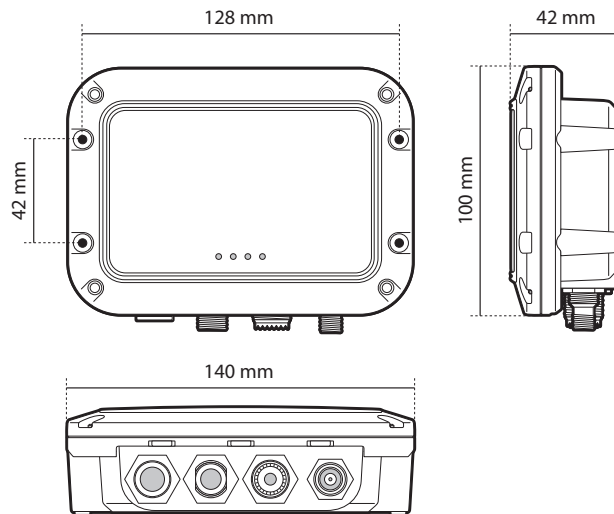

Figure 5 Émetteur SIA dimensions
- Il doit y avoir un espace suffisant autour de la boîte de connexion de l'Émetteur SIA pour acheminer les câbles. Veuillez consulter Figure 5 pour plus de détails sur les dimensions de l'Émetteur SIA.